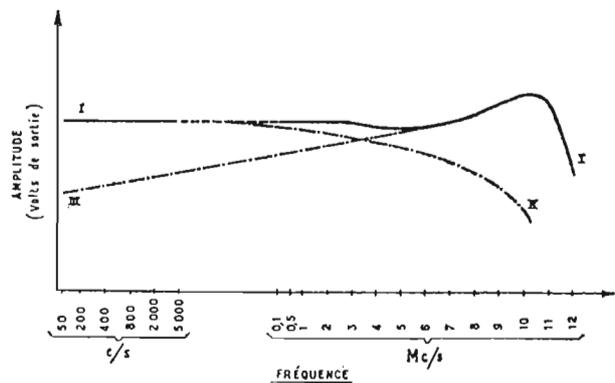

FIG. 2
Commençons avec le générateur HF, par exemple. Accordons-le sur 0,1 Mc/s (100 kc/s), HF non modulée ; tension de sortie du générateur = 1 V. Nous notons la tension de sortie, lue au point B, sur un papier quadrillé (voir figure 2), tension de sortie correspondant à la fréquence injectée.
La courbe de réponse amplitude/fréquence obtenue pour avoir l'ailure de celle représentée sur la figure 2, courbe I.
Cependant, très souvent, on aime relever l'extrémité supérieure de la bande (voir courbe I de la figure 2), ceci pour améliorer la finesse de l'image. Il ne faut cependant pas exagérer cette « bosse » sous peine d'avoir des sur-oscillations (contours soulignés, effet de plastique).
a) La courbe de réponse plonge au fur et à mesure que la fréquence augmente ; c'est le cas de la courbe II de la figure 2. L'image ne sera pas fine, pas nette ; la réponse aux transitoires n'est pas bonne ; les contours de l'image ne sont pas francs, ils « traînent ».